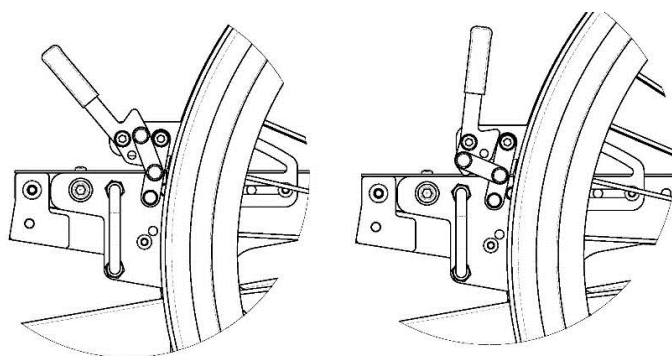

Fig. 15 Standardhjulbroms i låst/upplåst läge.
2. För att koppla ur hjulbromsen (fig. 15 till höger), dra spaken mot hjulet tills bromsen släpps.